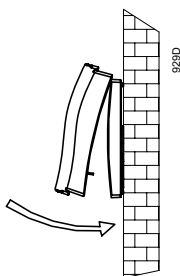

fig. 4
- Riporre la morsettiera nella sua sede e richiudere il controllo remoto (fig. 4);